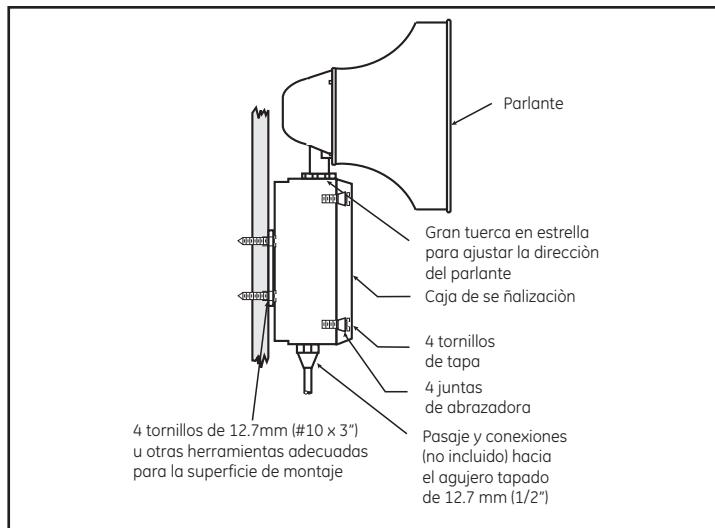

Figura 2. Montaje del Adaptatone
1. Montar el Adaptatone según la descripción en la Figura 2.
- Para ajustar la dirección del parlante, soltar la gran tuerca en estrella (Figura 2) y girar el parlante hasta la posición aproximada deseada. Volver a apretar la tuerca y girar el parlante ligeramente en el sentido de las agujas del reloj hasta que se trabe.